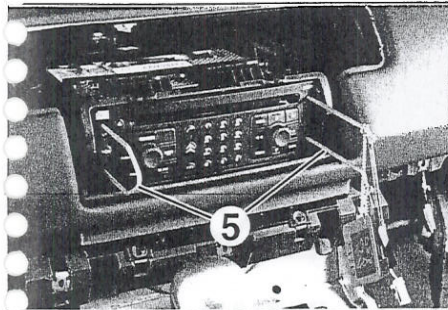

FIGURA 9-11
- Desmontar la radio (5), con el útil específico (figura 9-11).